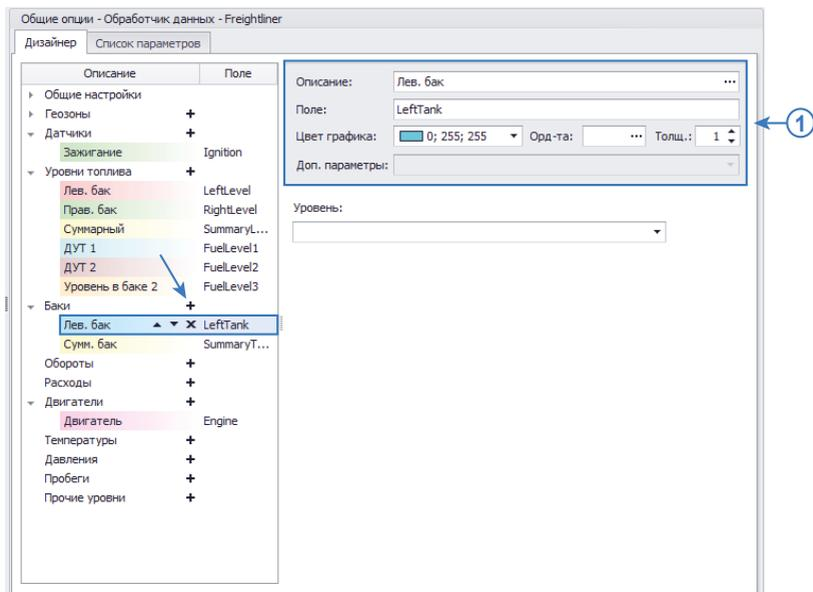

Рис.33. Добавление параметра в группу «Баки» и настройка.
На основе показаний датчика уровня топлива программа «АвтоГРАФ 5 ПРО» позволяет фиксировать сливы и заправки топлива. Для этого необходимо добавить в Дизайнер виртуальный бак – параметр, который показывает изменение топлива в реальном баке транспортного средства по показаниям датчиков уровня топлива, установленных в этот бак. Для создания виртуальных баков в Дизайнере параметров предусмотрена группа «Баки». Для того чтобы создать виртуальный бак, необходимо добавить новый параметр в группу «Баки» (Рис.33).
**1. Общие настройки (Рис.33, п.1).** Общие настройки описаны в разделе «Общие настройки параметров», поэтому в данном разделе их настройка рассматриваться не будет.